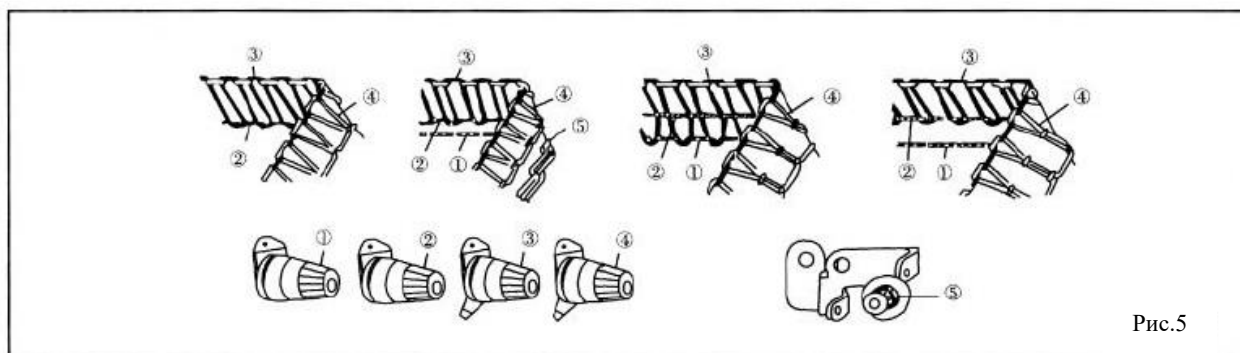

Рис.5
1. Регулировка гаек натяжения. Рис. 5.